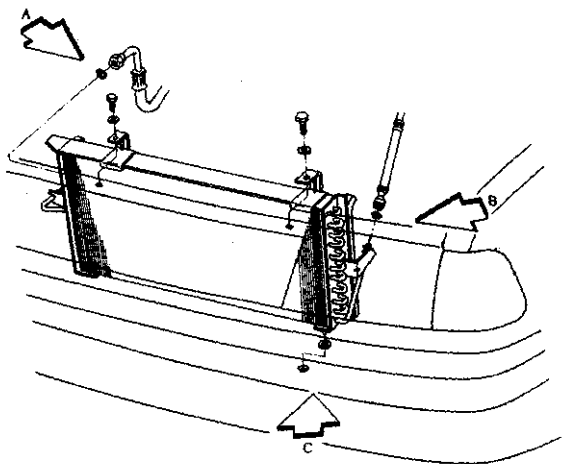

图 5-20 更换冷凝器
- 3) 拆下冷凝器进口管 A 和出口管 B，如图 5-20 所示。